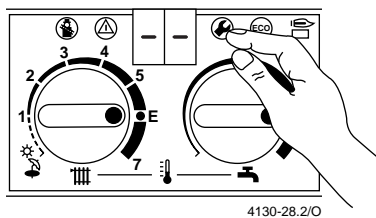

Fig. 50
- Asportare il sigillo 65, fig. 50, per poter accedere alle viti di regolazione gas.
- Premere il pulsante di servizio fino a quando sul display appare il simbolo „--“ (fig. 50).